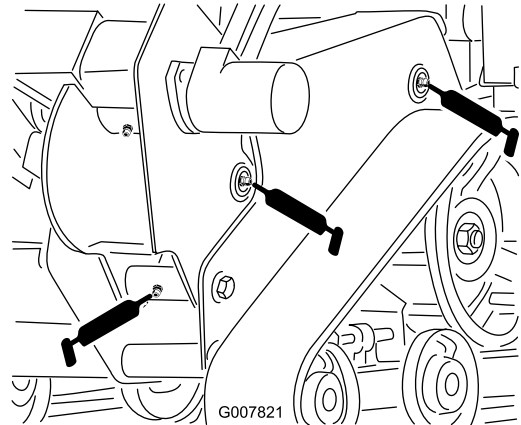
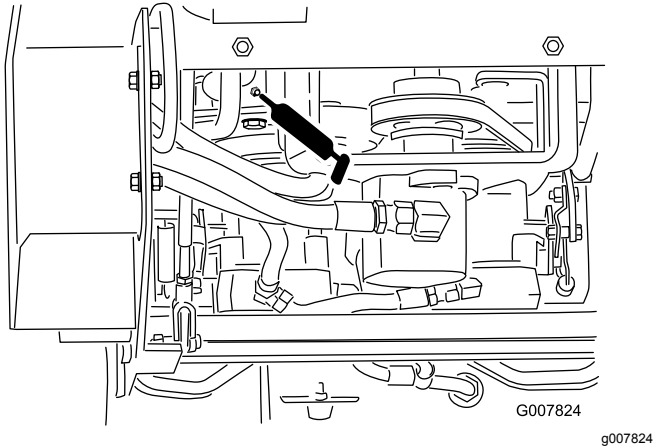

Figure 23
Figure 26
4. Raccordez une pompe à graisse à chaque graisseur (Figure 23 à Figure 26).